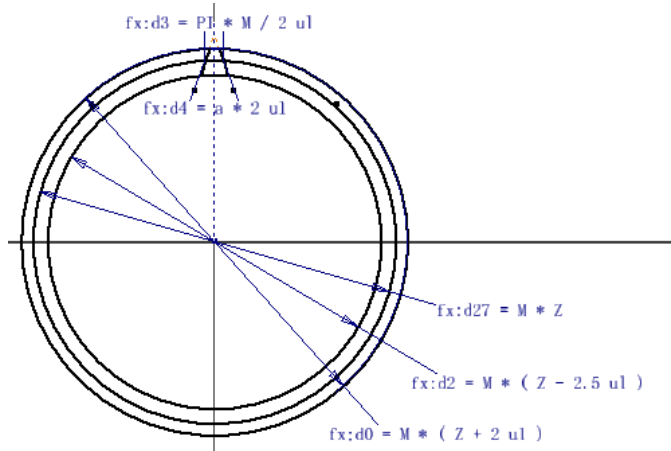

图 3-109 标注尺寸后的齿轮草图截面轮廓
(4) 单击【草图】标签栏【约束】面板中的【尺寸】工具按钮，为齿轮的草图轮廓添加尺寸约束。注意这里应该完全根据国标所规定的齿轮标准尺寸进行标注，如分度圆的直径应该是模数 $\times$ 齿数，齿根圆应该是模数 $\times$ （齿数 -2.5 ）等。在草图工作区域内单击右键，在【打开】菜单中选择【尺寸显示】选项，在它的子菜单中选择【表达式】选项，这样尺寸就会以表达式的方式显示。标注尺寸以后的齿轮的草图截面轮廓如图 3-109 所示。